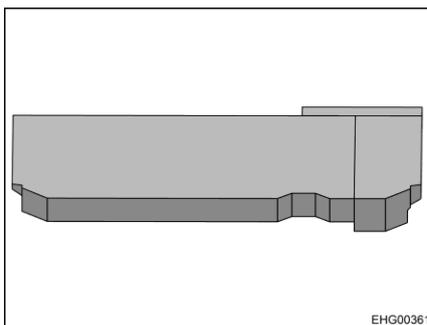
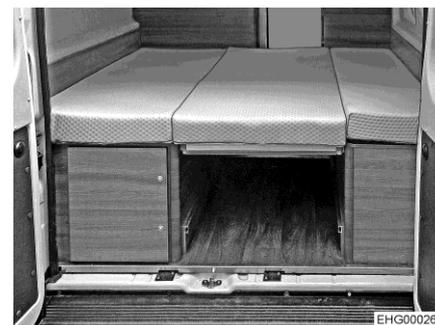

Fig. 40 Letto in coda trasversale dopo la trasformazione (variante con cuscino stretto)
Fig. 41 Letto in coda trasversale dopo la trasformazione (variante con 3 cuscini lunghi)
- Distribuire i cuscini sulla superficie utile come illustrato nella Fig. 40 o nella Fig. 41.